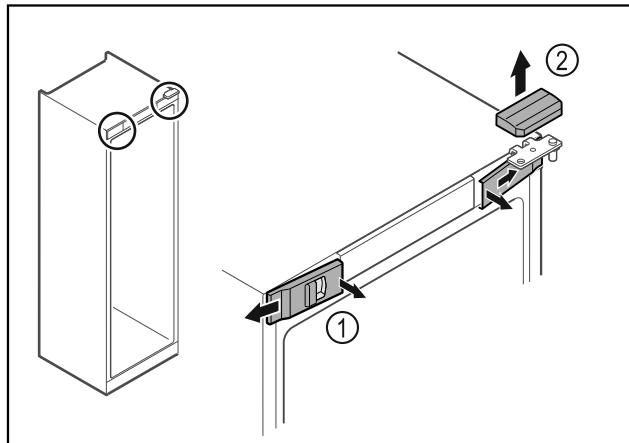

Fig. 9
- Izvadite prednje poklopce Fig. 9 (1) iznutra i skinite ih na stranu.
- Skinite gornji poklopac Fig. 9 (2) prema gore.